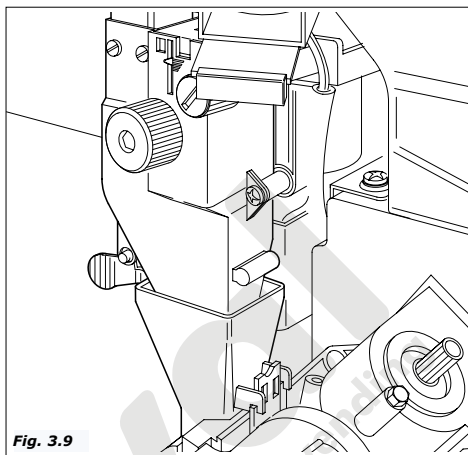

Fig. 3.9
- Se activa el molinillo hasta moler la dosis de café ajustada en el dosificador (Fig.3.9).